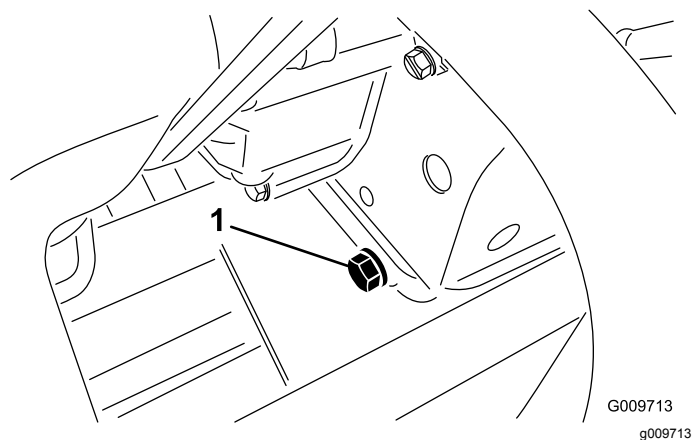

Рисунок 77
2. Снимите пробку сливного отверстия (Рисунок 77) и дайте маслу стечь в сливной поддон.